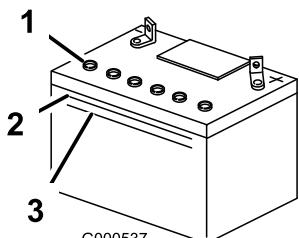

Figure 55
3. Observez le côté de la batterie. Le niveau d'électrolyte doit atteindre le trait **supérieur** (Figure 55). Le niveau d'électrolyte ne doit pas descendre au-dessous du trait inférieur (Figure 55).
5. Enlevez les bouchons d'aération de la batterie (Figure 55).
6. Versez de l'eau distillée avec précaution dans chaque élément jusqu'au repère supérieur (Figure 55) sur le côté de la batterie.
7. Attendez 5 à 10 minutes après avoir rempli les éléments. Au besoin, ajoutez de l'eau distillée pour amener le niveau jusqu'au repère supérieur sur le côté de la batterie (Figure 55).